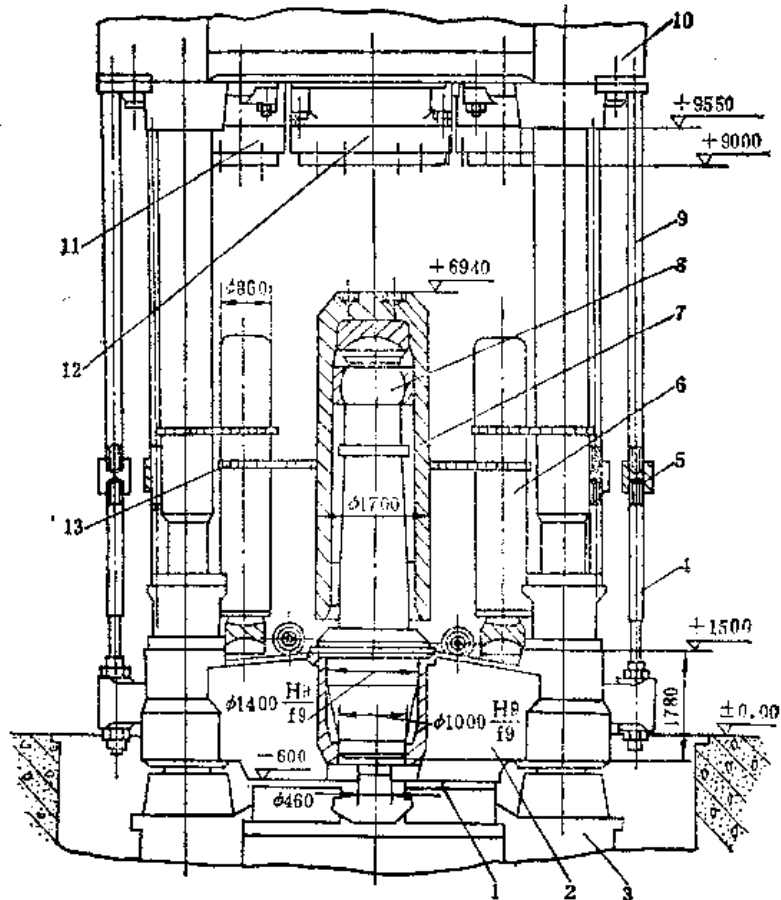

图13-2-34 下放动梁
3) 拆主、侧缸柱塞：这是难度最大的项目，这里采用图 13-2-34 所示的方法，将回程缸拉杆接长，利用回程缸的力，把活动横梁下放至底座滑板上。接长拉杆的长度应根据活动横梁下放的总高度来确定，其下放高度约5m，而回程缸柱塞每次最大行程为3m，所以需分两次下放。接长拉杆可做两次使用。